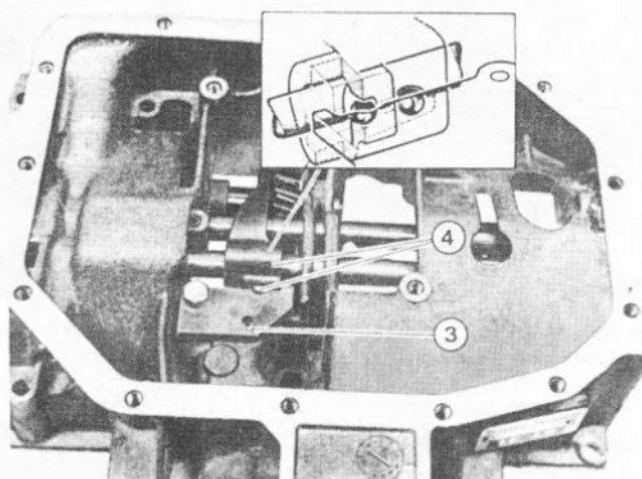

Fig. 6.20 Plaque de retenue de bille de verrouillage (3) et billes (4) (Sec 8)
- 3 Extraire la goupille cylindrique et desserrer le boulon puis enlever la plaque de verrouillage de la bille de la fourchette de marche arrière. Enlever les deux billes (4), Fig. 6.20. Déplacer légèrement le coulisseau pour enlever la seconde bille.